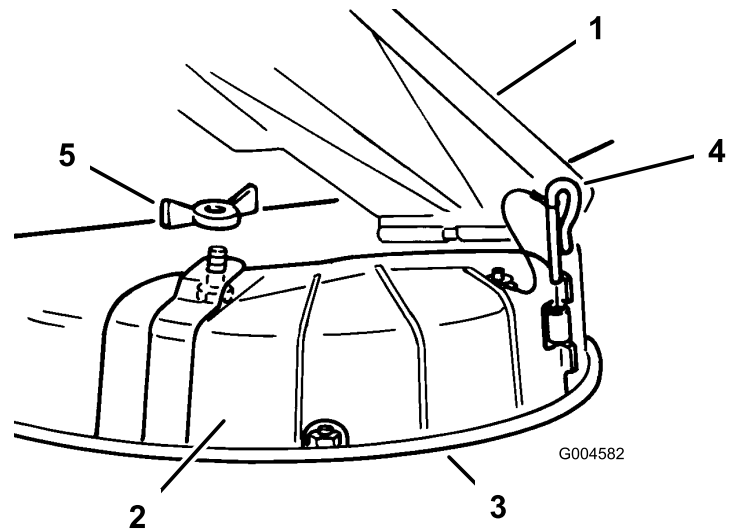

Figura 17
3. Levante el deflector de hierba y coloque la tapa de descarga sobre la abertura, en el borde inferior del cortacésped, e introdúzcala en la bisagra delantera (Figura 17).
4. Coloque el pasador en la bisagra (Figura 17).
5. Fije la tapa de descarga al cortacésped con la tuerca de orejeta (Figura 17).